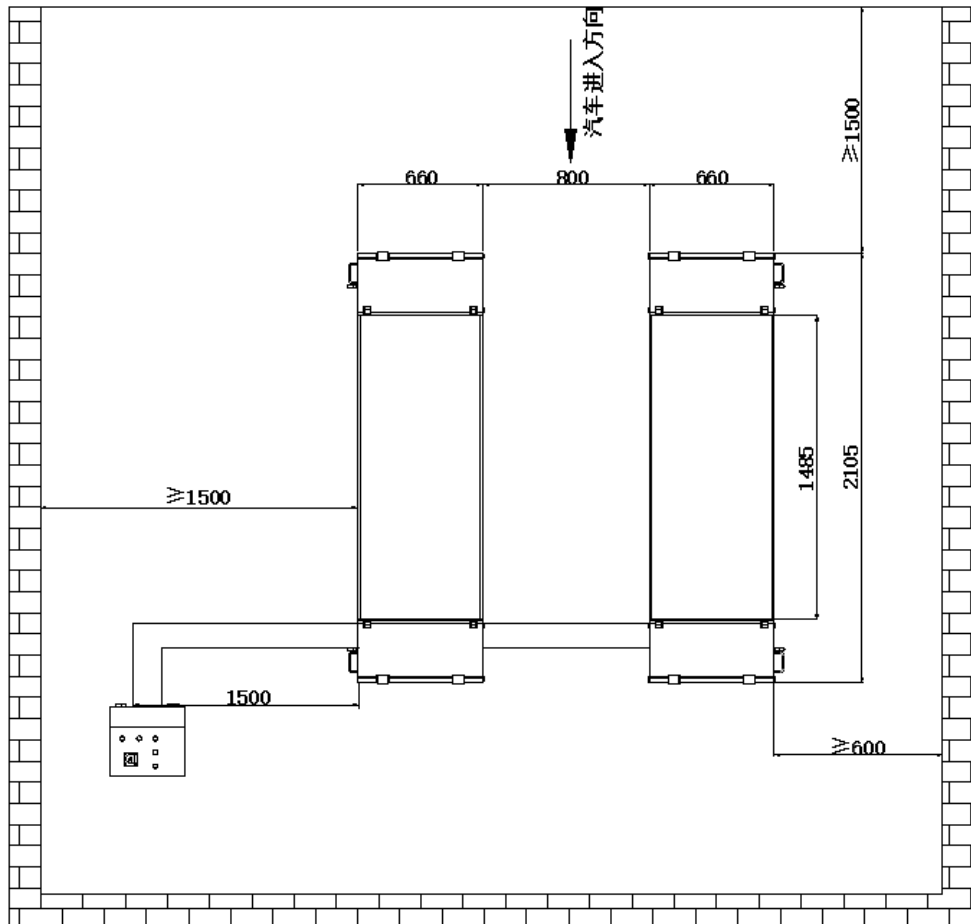

图 5
- 升降机的前后（汽车驶入方向）应留有不小于 1.5M 的空间，升降机的两侧应留有不小于 1.5M 的空间确保操作方便和维修作业。（见图 5）